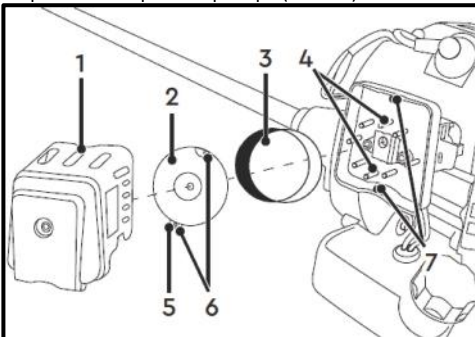

Рис. 55
- Зніміть кришку (1) корпусу повітряного фільтра з мотокоси (Рис. 55);
- Зніміть притискну пластину (2) фільтрувального елемента (3) (Рис. 55);
- Зніміть фільтрувальний елемент (3), **\*залежно від моделі** – промийте його в чистій воді із милом та просушіть, або продуйте повітрям не більше 2,5 бара (замініть, якщо він пошкоджений) (Рис. 55);
- Після очищення фільтруючого елемента (3), встановіть його в корпус повітряного фільтра, розташувавши за кронштейнами (4) (Рис. 55);
- Розташуйте притискну пластину (2) фільтрувального елемента (3) виступаючою частиною (5) донизу (Рис. 55);
- Встановіть притискну пластину (2) отворами (6) на кронштейни (7) (Рис. 55);
- Встановіть кришку (1) корпусу повітряного фільтра на мотокоосу (Рис. 55);